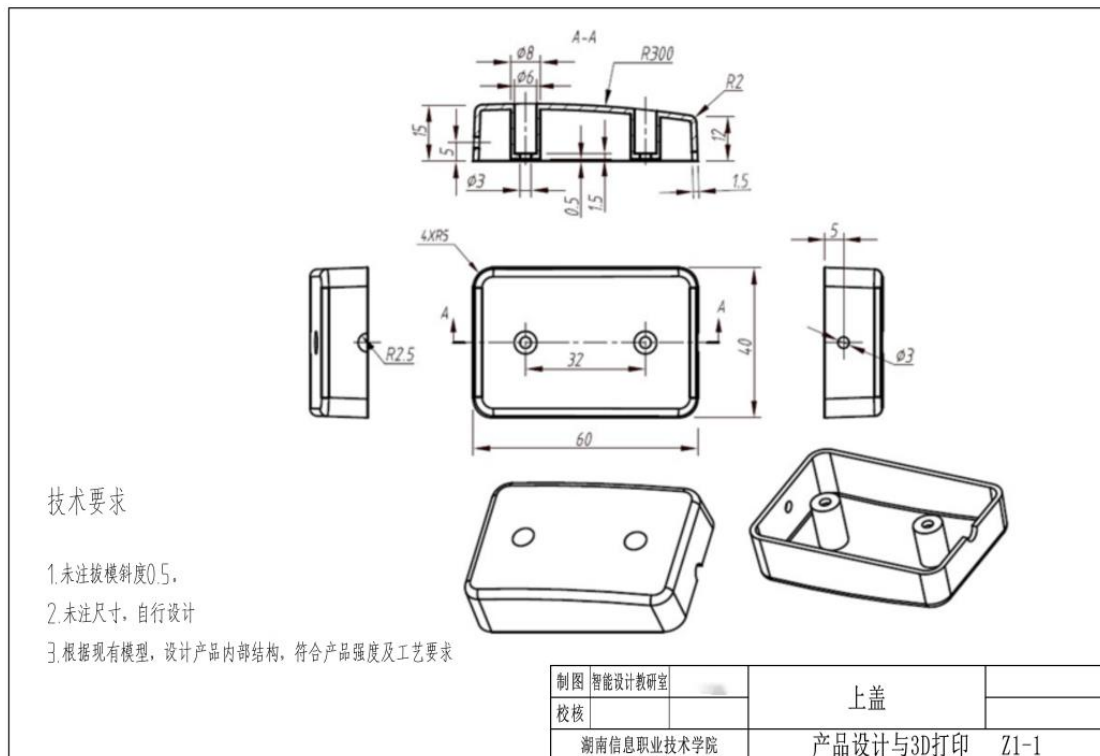

图 3-1-1 上盖 I 零件图
按照图 3-1-1 的要求，对上盖零件 I 进行产品造型、结构设计与 3D 打印。
- 2) 根据图 3-1-1 对产品进行造型设计，符合产品强度及工艺等要求。